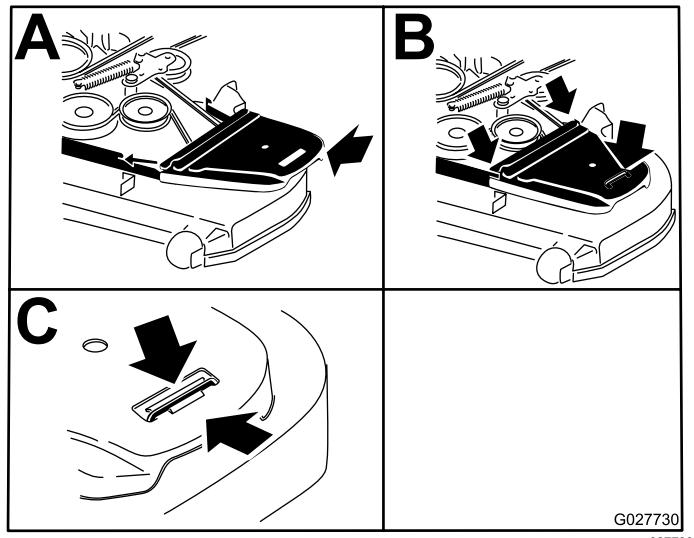

Figura 85
14. Montate i copricinghia (Figura 85).